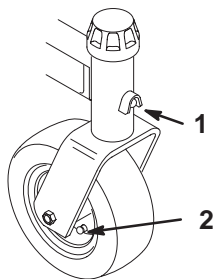

Bild 68
4. Fetten Sie die Schmiernippel an den Chassislaufnaben und den Laufrädern ein (Bild 68).